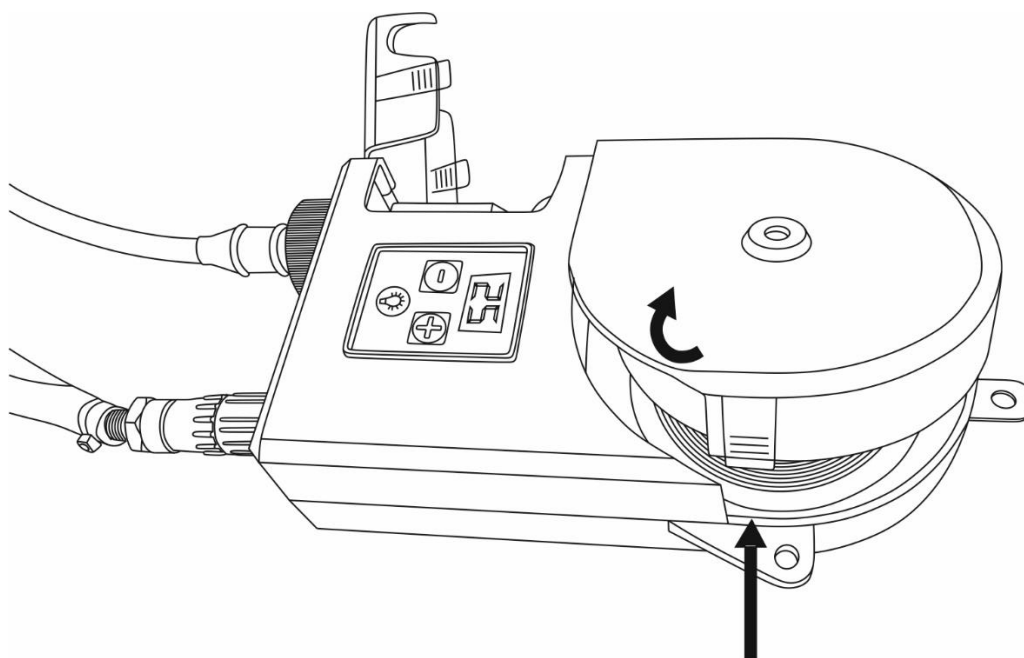

Рис. 7.2. Открытие крышки.
1. Отвинтить винт крепления крышки. 2. Нажмите на фиксатор, откройте прозрачную крышку катушки с проволокой (См. рис. 7.2).